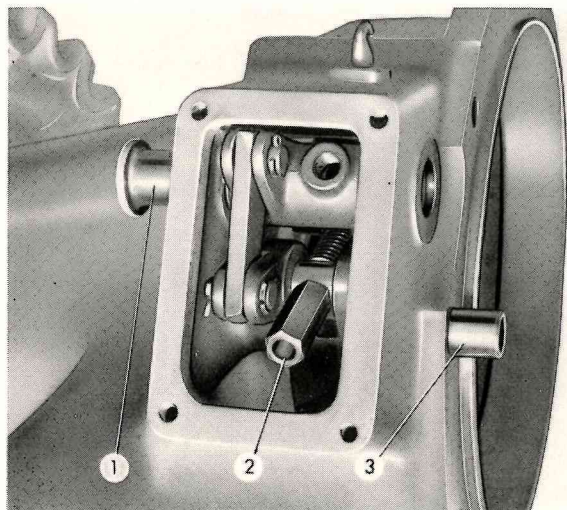

Fig. 139 - Smontaggio dei freni.
- i perni per pedali e i perni per leve comando nastri (**1-3** fig. 139);
- togliere il coperchietto d'ispezione posto sulla scatola del riduttore laterale; tirare a fondo il nastro serrando il dado registro (2, fig. 139), indi svitare il dado stesso di $4 \div 5$ giri.